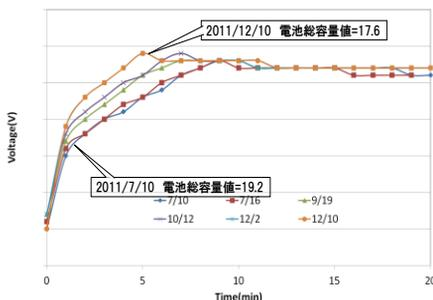

図2 充電時の電圧と充電時間の関係
- EV充電回数が多くなるにつれて、定電流充電時の電圧の傾きが大きくなっています。これは内部抵抗が増加していて、劣化が進んでいることを示唆しています（図2）。